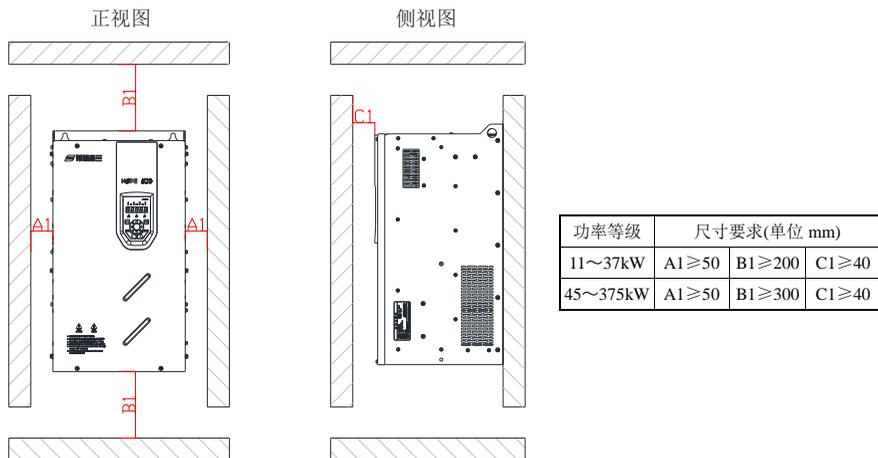

图 3-2 单台机器(Hope510G11T4~Hope510G375T4)安装间隔
- 安装空间要求如图 3-2 所示，需保证变频器有足够的散热空间，预留空间时请考虑柜内其它器件的散热情况；